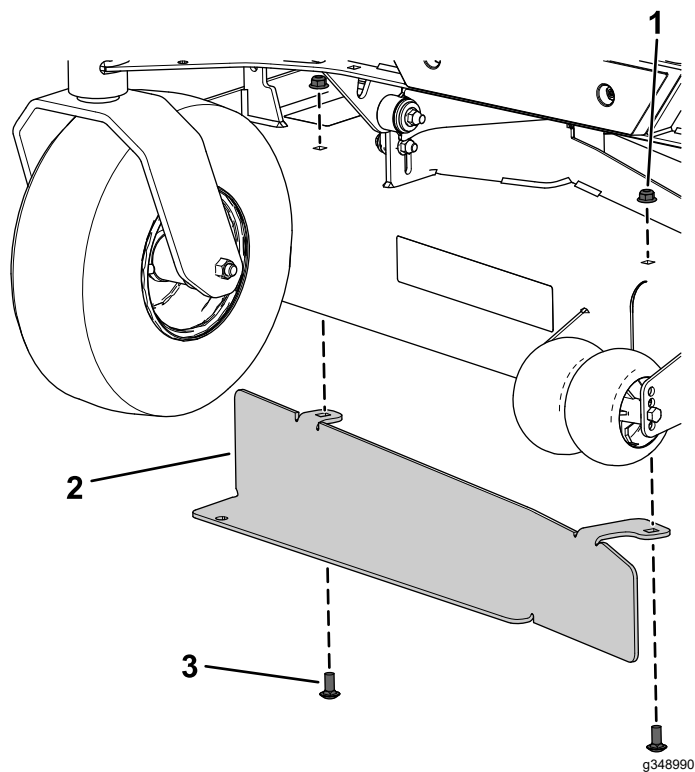

Figur 3
2. Fjern de 2 bræddebolte og 2 låsemøtrikker på plæneklipperskjoldets forside (Figur 3).